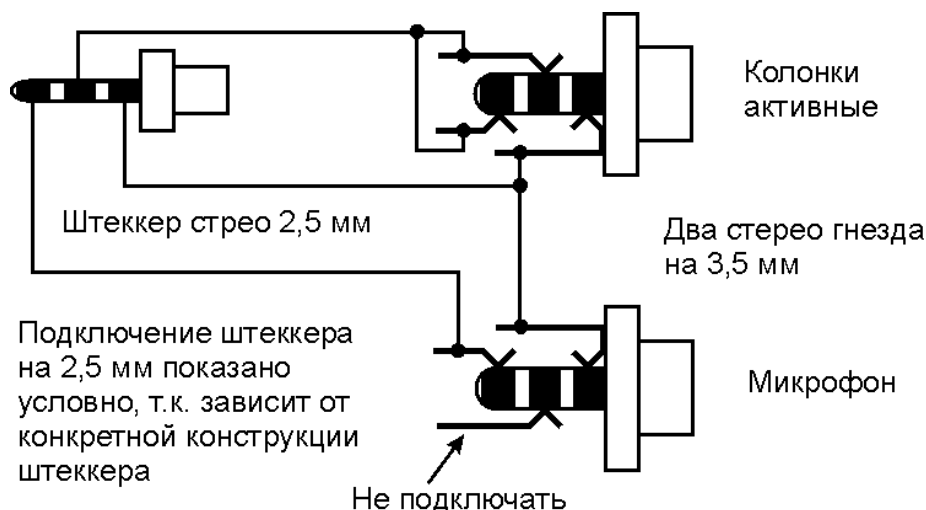

Рисунок 4
- внешний активный громкоговоритель и внешний микрофон (рисунок 4),